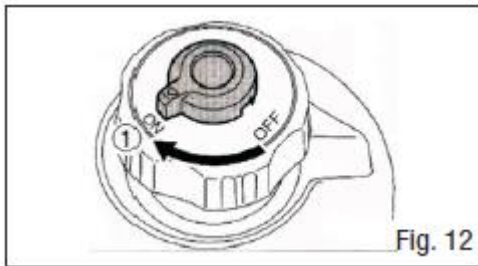

Рис. 12
3. Поверніть ручку повітровідвідника у положення «ON» («УВІМК.»). Він розташований на кришці паливного бака. (рис. 12)